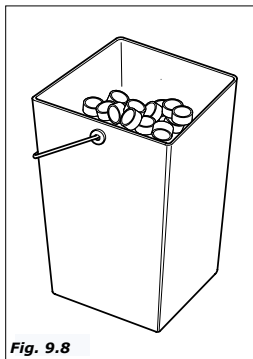

Fig.9.8
- sacar el cubo de los posos de café,(versiones de café en grano) (Fig.9.8)